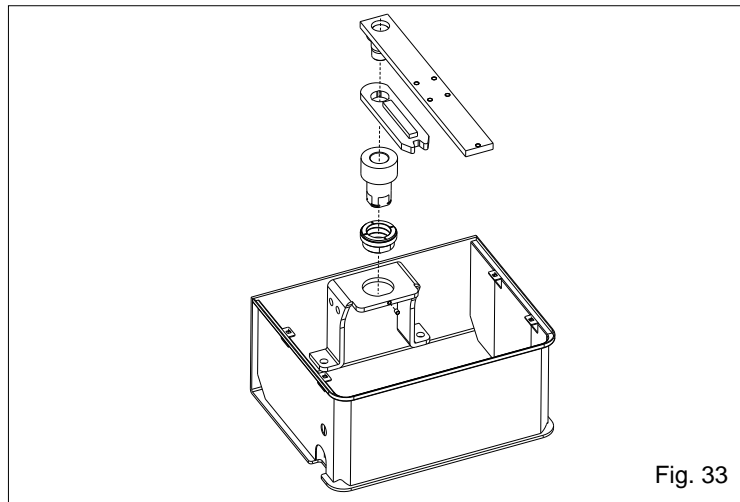

Fig. 33
10.4. Introducir el casquillo deslizante de la cancela en la caja y fijarla con el tornillo especial (Fig.33).
10.5. Insertar los conjuntos (Fig. 33).